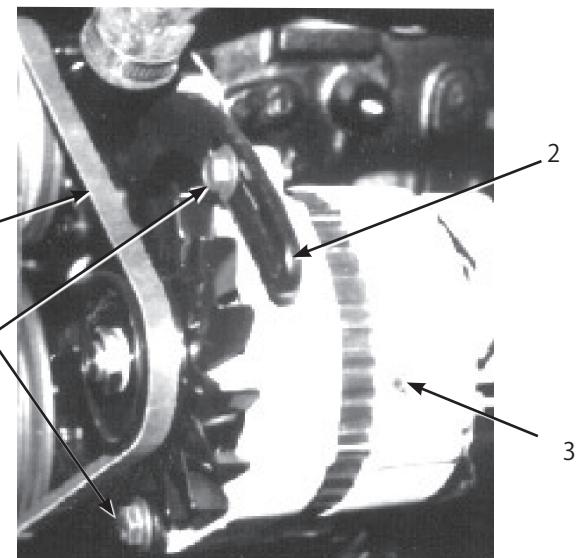

図52
3. ブレースをエンジンに固定しているボルト、およびオルタネータをブレースに固定しているボルトをゆるめる(図52)。